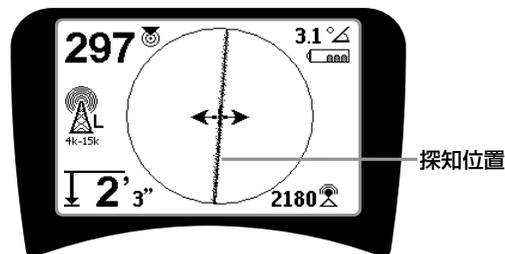

図 21 - 目標探知の確率が高いときの画面
6. 近接信号の数値（および／又は信号強度）が最大になる位置や、誘導矢印が図 21 のように左右均等になり、探知位置が画面の中央に位置したりすることで目標の探知が正確であると考えられます。探知精度を確認するためには測定深さの読みが安定していて、妥当である数値であるかどうかについても確かめてください。